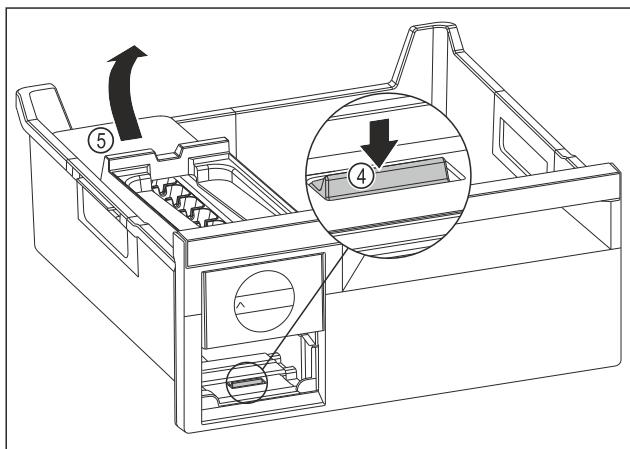

Fig. 82
- Scoaterea corpului EasyTwist-Ice: Apăsați eclisa Fig. 82 (4) cu degetele în jos și concomitent cu cealaltă mână ridicați corpul EasyTwist-Ice Fig. 82 (5) din spate.